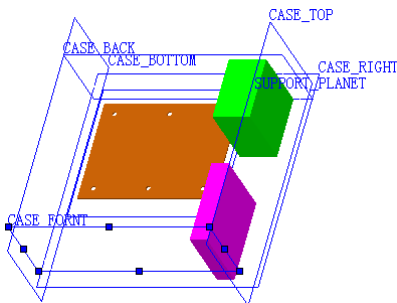

图 17.3.11 创建机箱的前平面
Step6. 创建图 17.3.11 所示的机箱的前平面。选择下拉菜单 **插入(I)** →